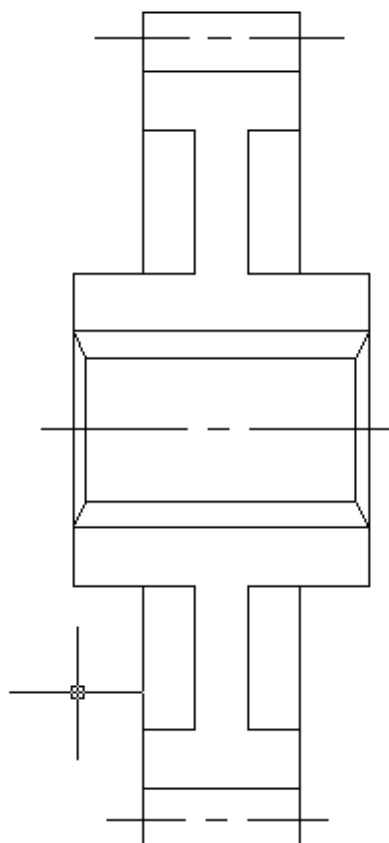

Рис.10
- выполните вид слева (рис.10); (достаточно только шлицевое отверстие):